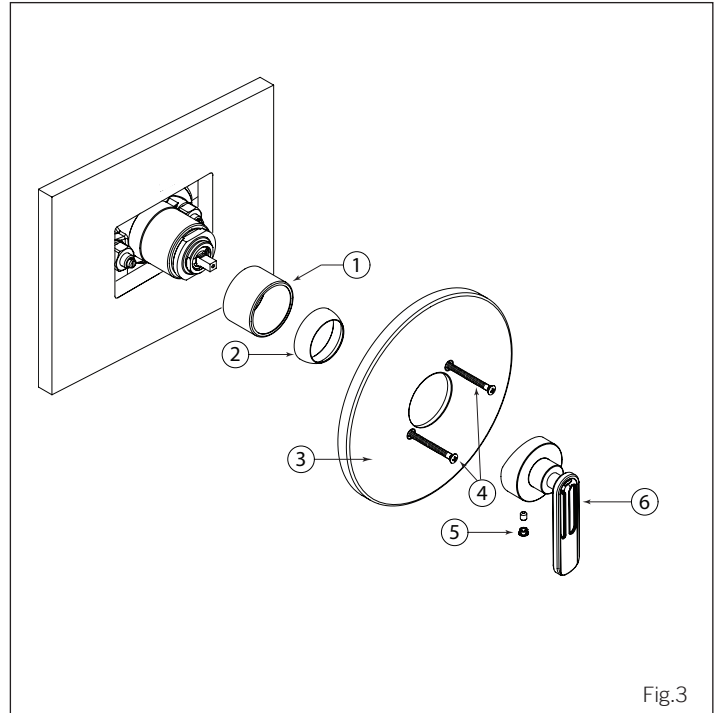

Fig.3
Insert the decorative sleeve (1) onto the cartridge holder (See Fig.3) then screw the dome cap (2) onto the valve body.
Insérer l'anneau décoratif (1) autour du manchon (Voir Fig. 3). Ensuite, visser le capuchon en dôme (2) sur la valve.